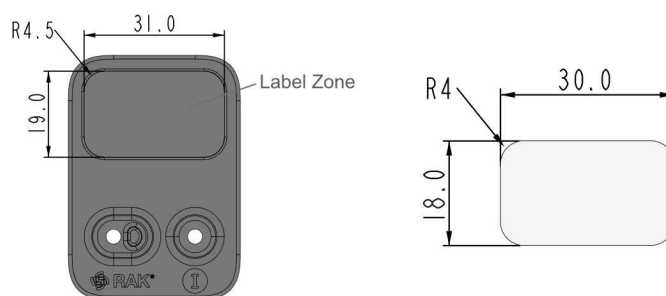
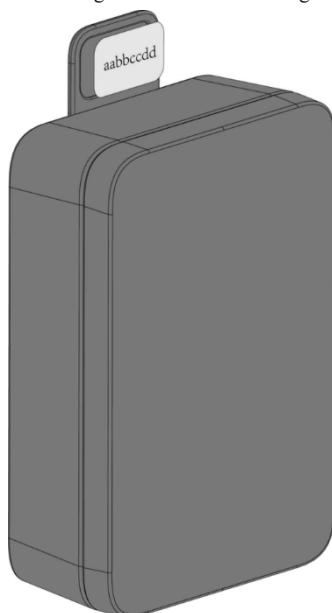

Abbildung 39: Etikettenabmessungen
Abbildung 40: Anbringen des Etiketts am Gehäuse
3. Zuletzt können Sie ein 30 x 18 mm großes Fillet R4-Etikett in den Etikettenbereich einfügen, wie in Abbildung 39 und Abbildung 40 dargestellt.